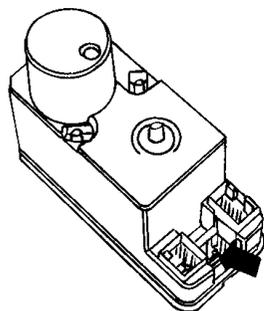

图 5-6 中控门锁泵
1) 先从中央紫色接头（箭头处）处拆下黑色连接器，如图 5-6 所示。